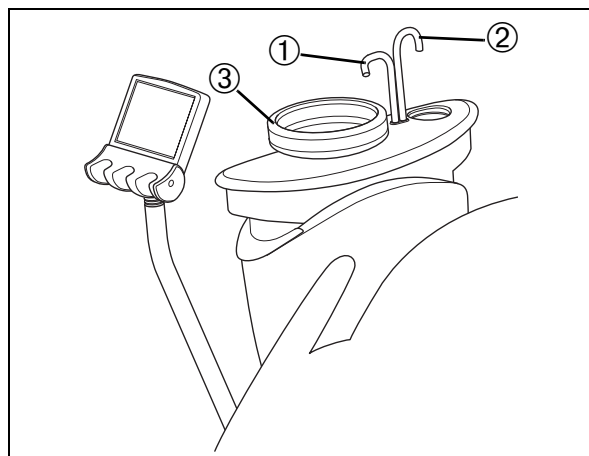
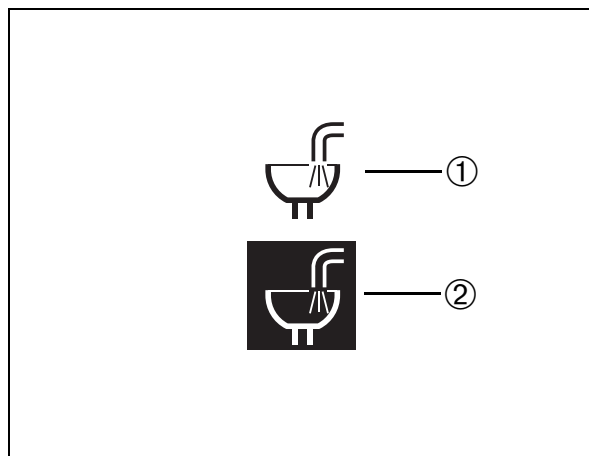
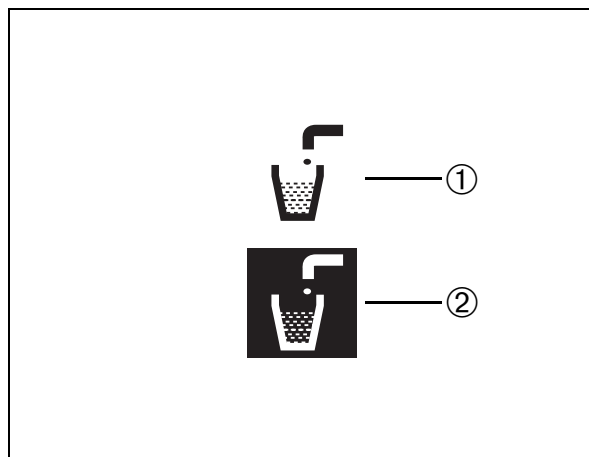

Abb. 8
Abb. 9
Abb. 10
Das Spülrohr zur Schalenspülung ① (Abb. 8) ist fest an der Stuhlspeifontäne montiert.
- Schalten Sie die Schalenspülung durch Antippen des Symbols ① (Abb. 8) ein. Das Symbol erscheint dann in einem schwarzen Feld ② (Abb. 9).
- Stellen Sie die Spülzeit durch kontinuierliches Drücken (länger als drei Sekunden) des Symbols ① (Abb. 9) ein. Drücken Sie solange, bis die gewünschte Spülzeit erreicht ist.
Der Mundglasfüller ② (Abb. 8) befindet sich neben der Speischale an der Oberseite der Speifontäne.
- Schalten Sie die Mundglasfüllung durch Antippen des Symbols ① (Abb. 10) ein. Das Symbol erscheint dann in einem schwarzen Feld ② (Abb. 10).
- Stellen Sie Füllhöhe am leeren Mundglas durch kontinuierliches Drücken (länger als drei Sekunden) des Symbols ① (Abb. 10) ein. Drücken Sie solange, bis die gewünschte Füllhöhe erreicht ist.
Durch nochmaliges Drücken der Symbole ② (Abb. 9) und ② (Abb. 10) während der Laufzeit kann die Schalenspülung bzw. der Mundglasfüller vorzeitig gestoppt werden, beispielsweise nach einer versehentlichen Auslösung!
Die Speischale (Speibecken) ③ (Abb. 8) ist abnehmbar.